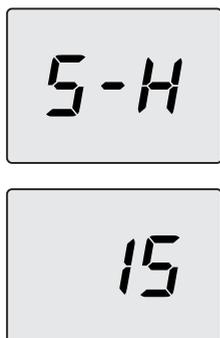

Figura 7.13
- Utilizzare il tasto 11 per cambiare questo valore in **15** e successivamente premere il tasto 13 per confermare. Sul display appare **S-H** alternato al parametro potenza massima assoluta (Figura 7.13).